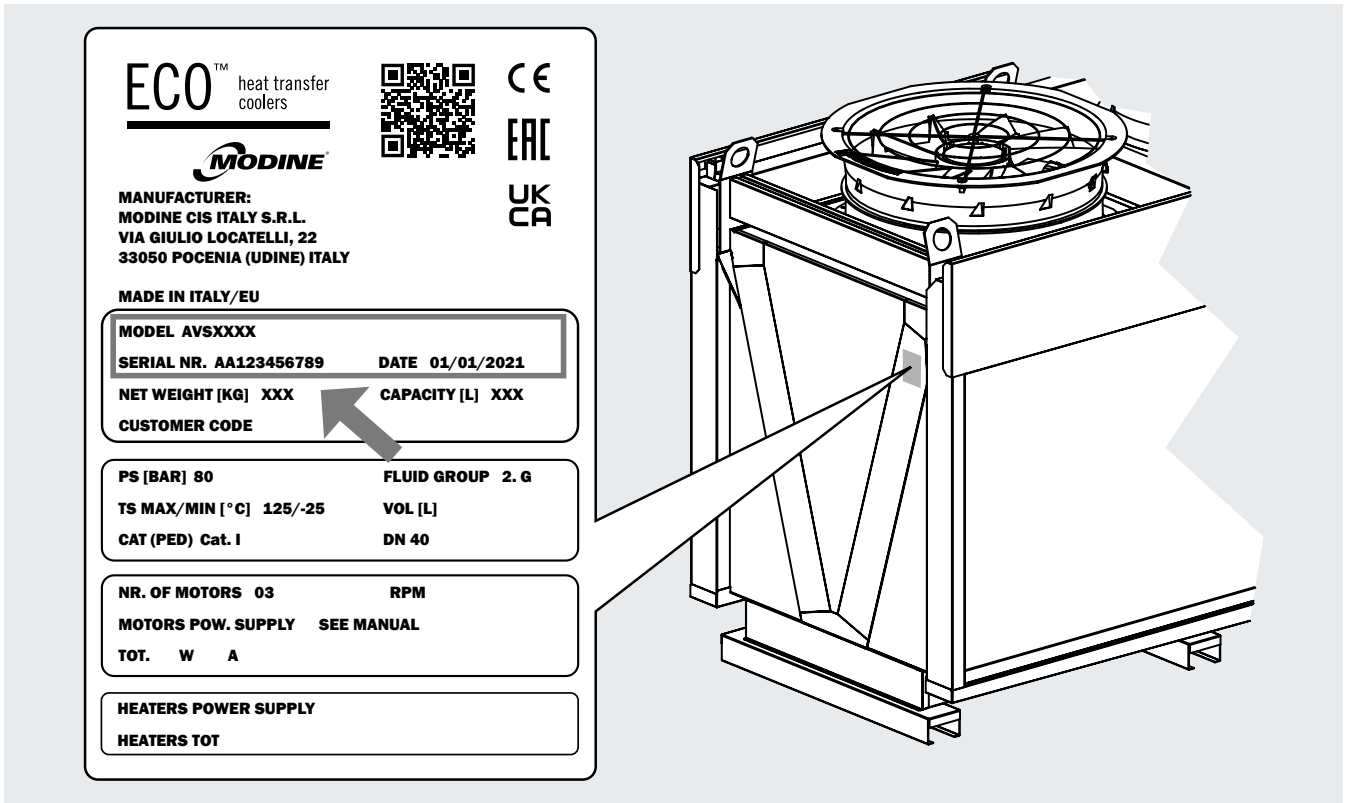

Figura 3
3.1 Per qualsiasi comunicazione, richiesta di assistenza o ricambi, fornire il nome del modello e il numero di serie riportati sulla targhetta dati, v. Figura 3.